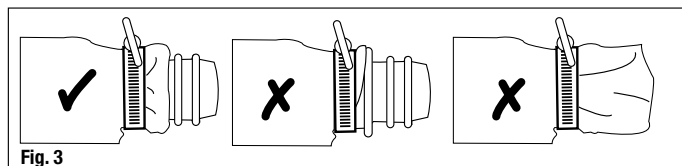

Fig. 3
- Revise alrededor del área donde la prensa sujeta el adaptador para asegurar que la tela de la capucha esté completamente debajo de la prensa y que no cubra los dos últimos rebordes del adaptador donde se conecta el tubo de respiración. Si la tela se extiende más allá del puño es posible que interfiera con la conexión del tubo de respiración (Fig. 3).